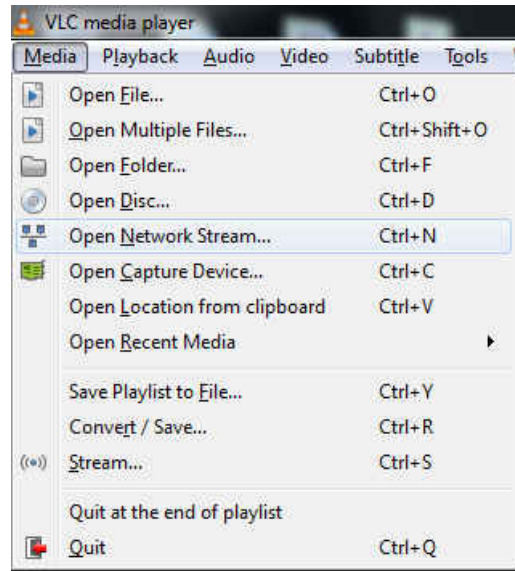

图 3-7. Open Network Stream
2. 运行 VLC 并从“Media”菜单中选择“Open Network Stream”（如图 3-7 所示）。